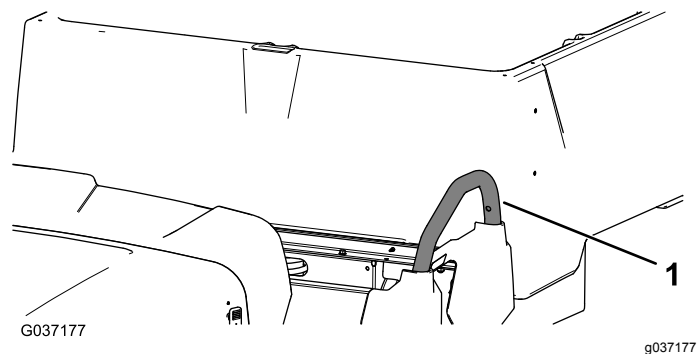

Figura 9
3. Rimuovete le 3 viti e i 3 dadi che fissano la maniglia sinistra e rimuovetela (Figura 9).
9. Montare la maniglia sinistra precedentemente rimossa utilizzando le 3 viti e i 3 dadi (Figura 9).